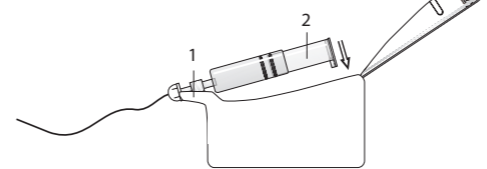

Abb. 3 Positionierung der Spritze in der Pumpe
- Legen Sie die Spritze in die Pumpe ein, indem Sie das vordere Ende zuerst einsetzen (1). Lassen Sie die Spritze in die Pumpe fallen, sodass die Aussparung mit dem Gewinde (2) auf der Spindel aufliegt (siehe Abb.3).
⑤